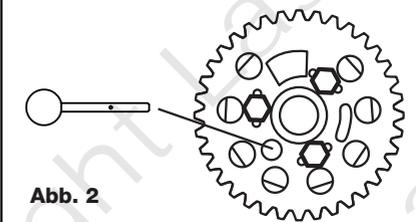

Abb. 2
**Hinweis: Komponente C NICHT dazu benutzen, die Nockenwelle zu halten, während die Schrauben des Nockenwellenrads gelöst oder angezogen werden.** Siehe Abb. 2.